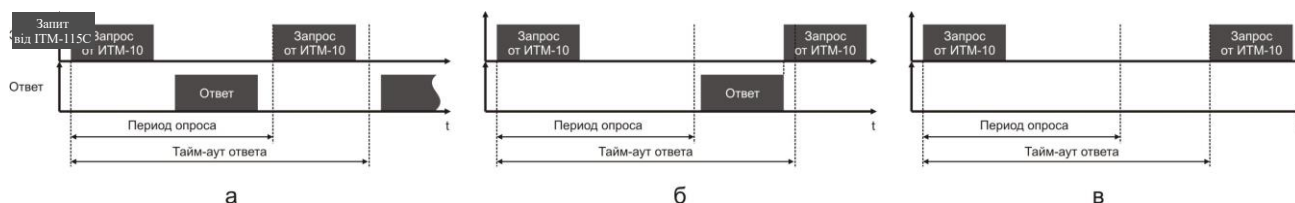

Рисунок 3.2 - Тимчасові діаграми приймання-передачі даних ITM-115C у режимі MASTER
- У параметрах 07.Pr та 08.tM задаються період опитування та тайм-аут відповіді відповідно. Період опитування визначається в межах 1-10000мс. При нормальній роботі за цей період прилад повинен встигнути передати запит і прийняти відповідь (рис. 3.2.а). Після закінчення періоду йде наступний запит. Таким чином, кожен період ITM-115C отримуватиме дані від запитуваного індикатора. Якщо під час періоду опитування відповідь не надходить, посилка наступного запиту очікується до закінчення часу тайм-ауту відповіді. Якщо відповідь прийде до закінчення тайм-ауту, то відразу після отримання буде надіслано наступний запит (рис. 3.2.б). Якщо відповіді не буде до закінчення таймауту, тоді буде наступний запит (рис. 3.2.в), і при цьому світлодіод ІНТ горітиме до моменту отримання відповіді.